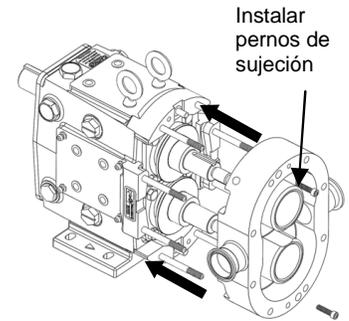

Figura 51: Instalar cuerpo de bomba
1) Asegúrese de que todos los componentes de sellos se instalen según las instrucciones de “Ensamblaje de sellos” de la página 26. Asegúrese de que todas las clavijas estén en su lugar y que todas las piezas, incluyendo el cuerpo, los rotores y las contratuercas estén limpias y libres de materias extrañas. Deslice lentamente el cuerpo sobre los broches y ejes de la caja de engranes, asegurándose de que los sellos se mantengan en su lugar y no se dañen (Figura 51). Instale los dos pernos de sujeción y apriete el cuerpo contra la caja de engranes para asegurarse de que las clavijas se enganchen. Gire los ejes para asegurarse de que no haya interferencias con los sellos.